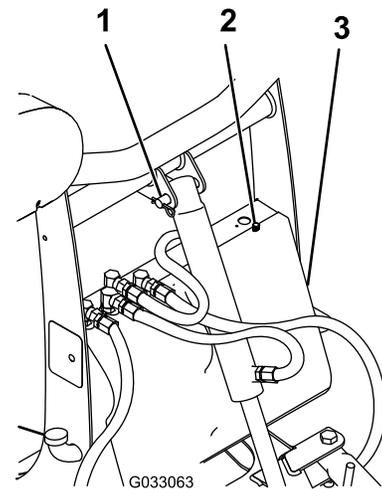

Figura 39
2. Retire la chaveta y el pasador de la parte superior del cilindro de elevación e inclínelo hacia adelante (Figura 39).
3. Retire los 2 tornillos de apriete manual que sujetan la cubierta de la torre del acoplamiento a la torre del acoplamiento (Figura 39).